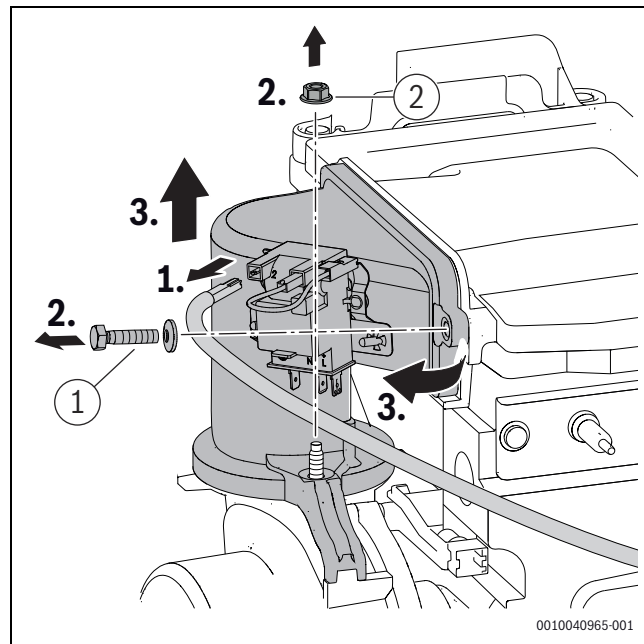

Fig. 45 Desmontar o dispositivo de mistura
- ▶ Apertar o parafuso e porca ([1] e [2], fig. 45) no dispositivo de mistura com $5,5 \pm 0,5$ Nm.